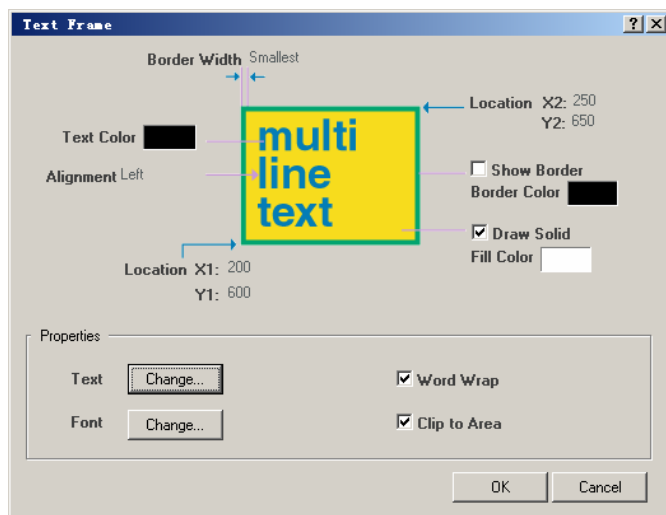

图 2.125 “Text Frame”对话框
(1) 在主菜单中选择“Place”->“Text Frame”命令,或者单击“Utilities”工具栏中的绘图工具按钮,在弹出的绘图工具栏中选择布置文本框工具.
(2) 单击键盘中的“Tab”键,打开如图 2.125 所示的“Text Frame”对话框。